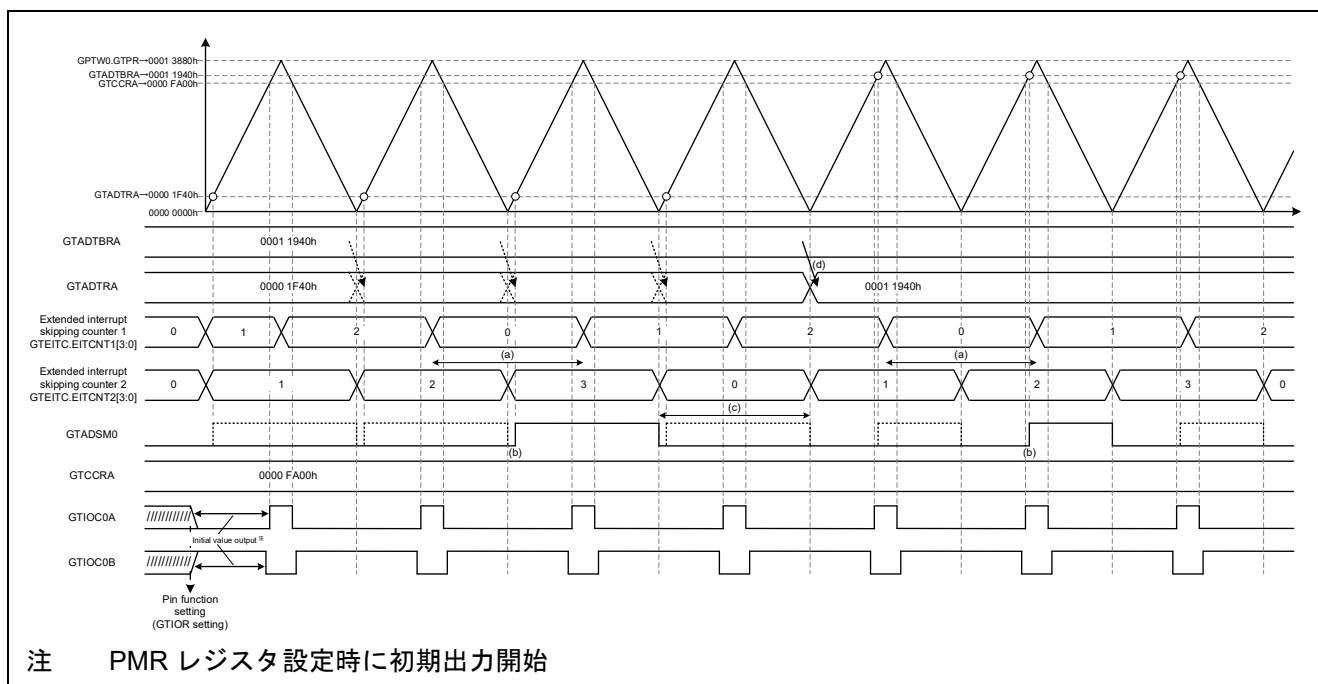

図 4-15 サンプルコードの動作
- ― 動作 : カウンタ値"0"の時 GTADTRA 割り込みが許可 (図 4-15 の(a)) となり、GTADTRA コンペアマッチ発生時に A/D 変換開始要求が発生し GTADSM0 端子変化 (図 4-15 の(b))
- ― 動作 : カウンタ値"0"の時バッファ転送が許可 (図 4-15 の(c))、谷でバッファ転送 (図 4-15 の(d))